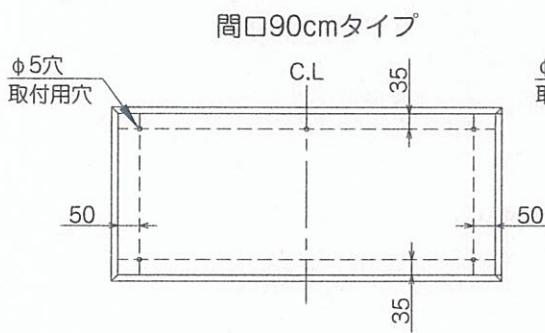

図3-1-1
(1) キャビネットの下穴加工
- ①すべての扉をはずしてください。
- ②キャビネット背板の所定の位置にΦ5の穴を加工してください。(図3-1-1)
- ③連結するキャビネット側板のどちらか一方の所定の位置にΦ5の穴を加工してください。